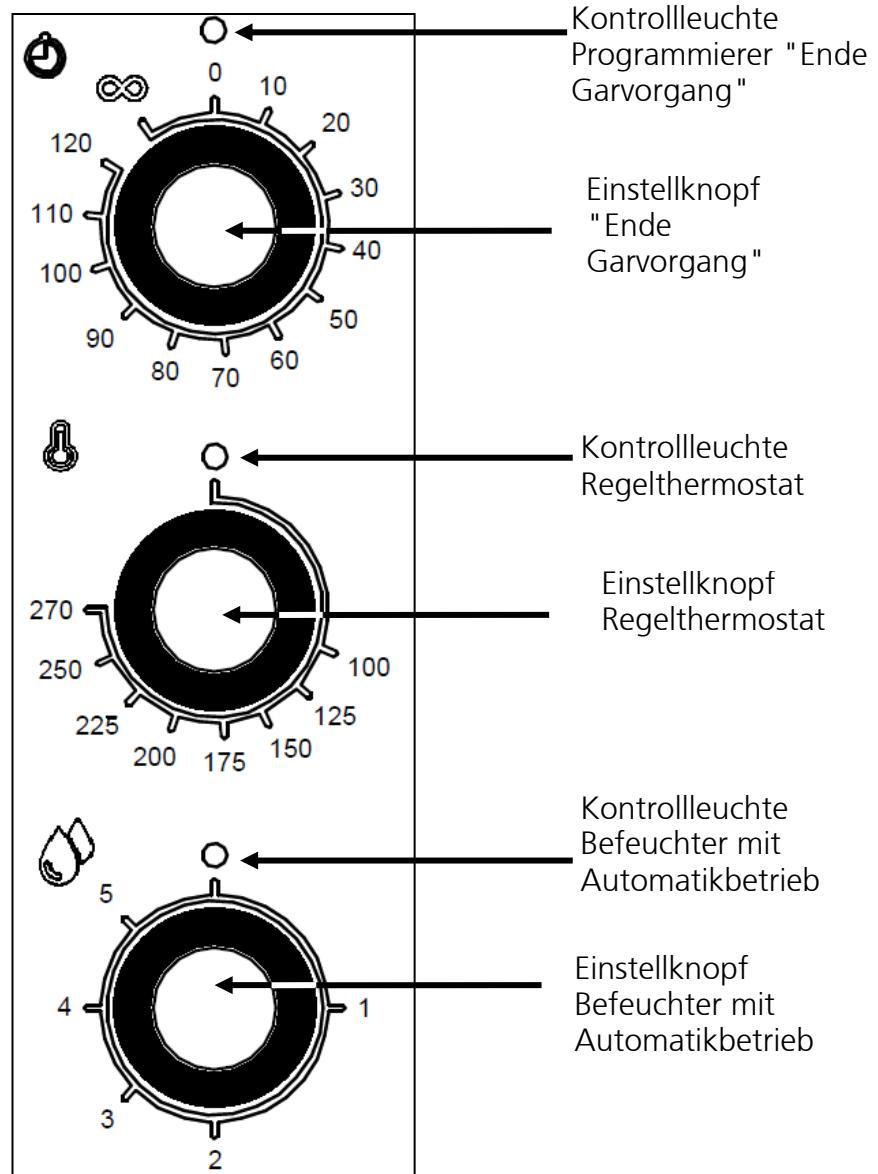

Abb.1
**Programmierung der Garzeit** - Der Ofen wird durch Drehen des Einstellknopfes (Abb.1) beim Symbol (Dauerbetrieb) oder bei der gewählten Garzeit (bis zu 120 Minuten) gestartet; im letzteren Fall wird das Ende des Garvorgangs durch die automatische Abschaltung des Ofens signalisiert.
**Programmierung der Gartemperatur** - Den Einstellknopf des Regelthermostats (Abb. 1) auf die Temperatur stellen, die für den Garvorgang gewählt wurde.
Programmierung der Feuchtigkeits-/Dampfmenge - Um während des Ofenbetriebs (heißer Garkammer) Feuchtigkeit/Dampf zu erzeugen, den Knopf des automatischen Befeuchters (Abb.1) auf den gewünschten Wert (von 1 bis 5) drehen. Bei Drehen des Knopfes in die Position • (aus) wird der Befeuchter ausgeschaltet.
Die Kontrollleuchte des Programmiergeräts "Ende des Garvorgangs" - Das grüne Licht am Programmiergerät (Abb.1) zeigt an, dass der Ofen in Betrieb steht und die Garzeit aktiv ist.
Kontrollleuchte Regelthermostat - Die orangefarbene Kontrollleuchte des Regelthermostats (Abb.1) erlischt jedes Mal, wenn die programmierte Temperatur im Garraum erreicht ist. Schaltet sich erneut ein, wenn der Thermostat einschreitet, um diese Temperatur wieder zu erreichen.
Kontrollleuchte des automatischen Befeuchters - Die orangefarbene Kontrollleuchte des automatischen Befeuchters (Abb.1) zeigt an, dass das Wasser-Magnetventil in Betrieb steht und somit Feuchtigkeit/Dampf im Garraum erzeugt wird.